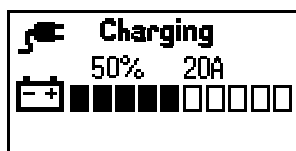

Bild 37
**Hinweis:** Die Anzeige zeigt die Stromstärke und den Ladezustand der Akkus an (Bild 37).